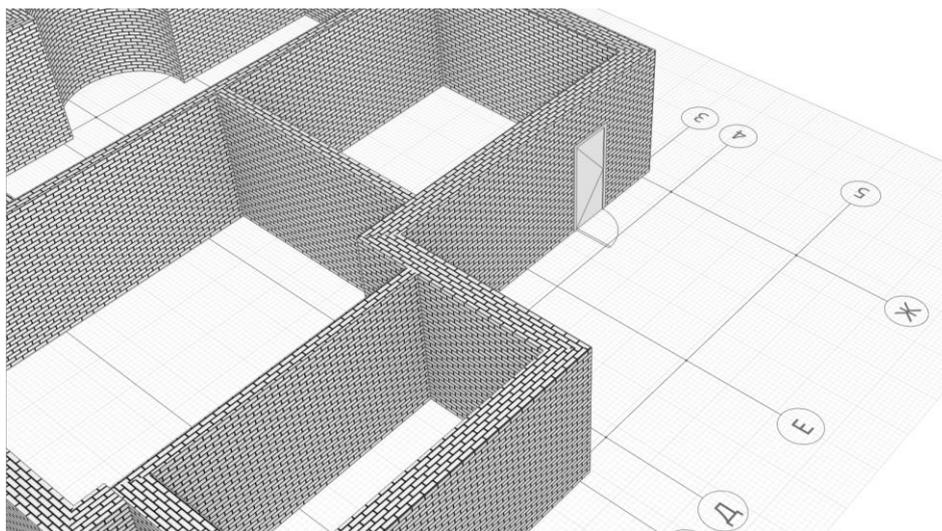

Рис. 1 Вставка дверей
2. Выберем инструмент **Дверь** . Здесь можно задать различные параметры, изменить форму проема, изменить свойства двери. Зададим высоту двери - **2100 мм**, ширину – **900 мм**. В списке **Стилей двери** выберем **Однопольная распашная (глухое)**, ориентация - **правая**. Марка – Д1. Вставим двери (рис. 1)